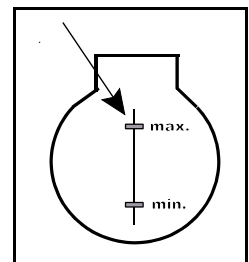

Abb. 12
- Befüllmenge kontrollieren bzw. Ausgleichsbehälter bis Max-Markierung befüllen. (Abb. 12)